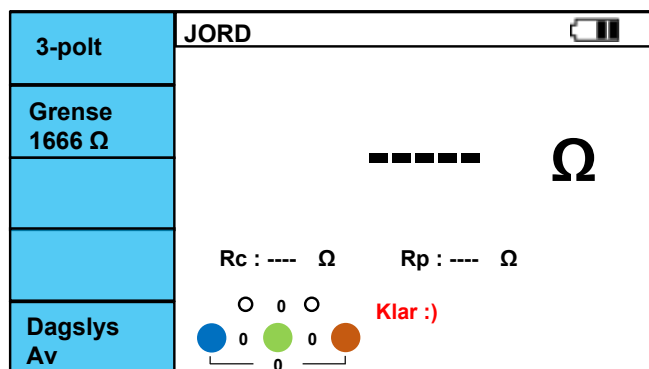

Figur 6.8.3 JORD 2-polt
- VI. ⌚ symbolet vises nå måling pågår og resultatet vil vises i displayet etter ca. 2 sekunder. Figur 6.8.3